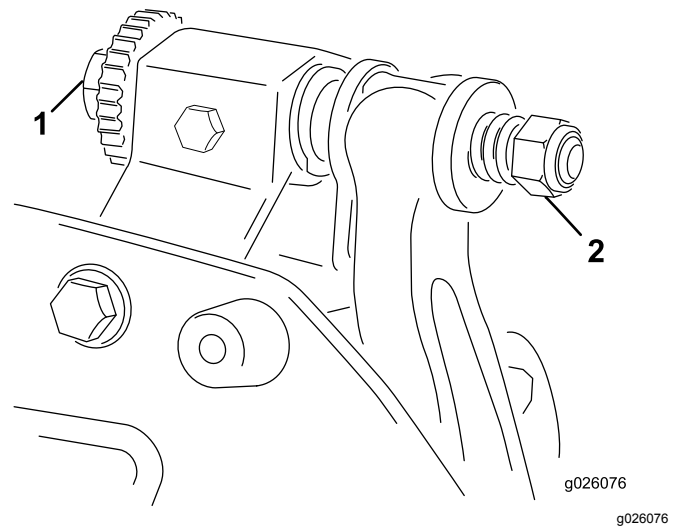

Figura 11
- A. Gire los tornillos de ajuste de la barra de asiento en el sentido de las agujas de reloj (Figura 11), un clic a la vez, hasta que se note y se oiga un contacto ligero.
6. Gire el perno de ajuste derecho de la barra de asiento (Figura 11) hasta que note una ligera presión en el suplemento al moverlo de un lado a otro. Retire el suplemento.